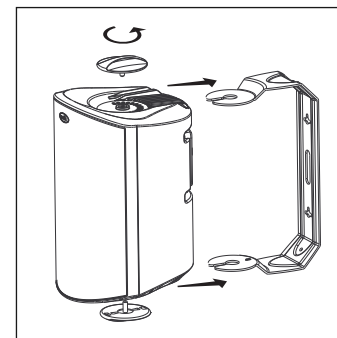

FIGURA 10: Gire las perillas de soporte para quitar el soporte.
4. Con el soporte como plantilla, marque con un lápiz la ubicación de las dos ranuras en forma de ojo de cerradura en la pared. Puede hacerlo quitando las perillas de soporte de arriba y de abajo del altavoz y quitando el soporte [figura 10].